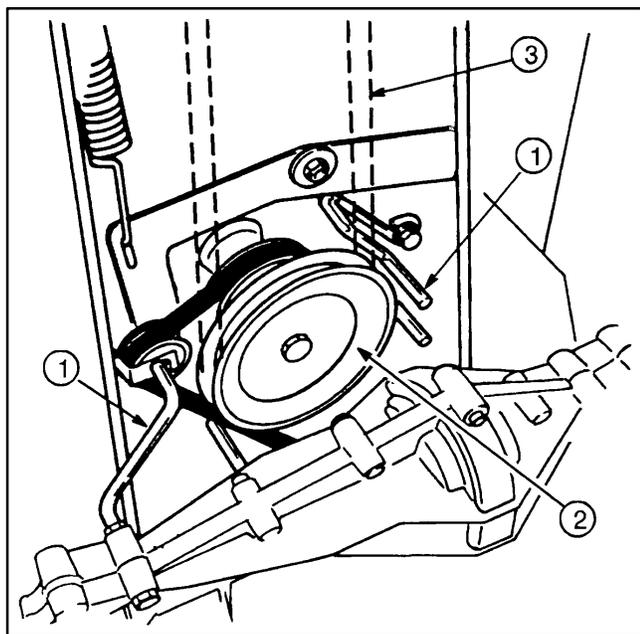

Figure 23
2. Régler la commande de hauteur de coupe au plus bas, desserrer les guides de courroie situés près de la poulie moteur et les écarter en les tournant. Déposer la courroie de la poulie (Fig. 23).
3. Desserrer et déposer (1) la vis de montage qui retient chaque guide de courroie à l'unité de coupe. Ecarter les guides pour les éloigner de la poulie de pivot et déposer la courroie. Vérifier à l'œil nu que la courroie n'est ni usée, ni endommagée (Fig. 23).